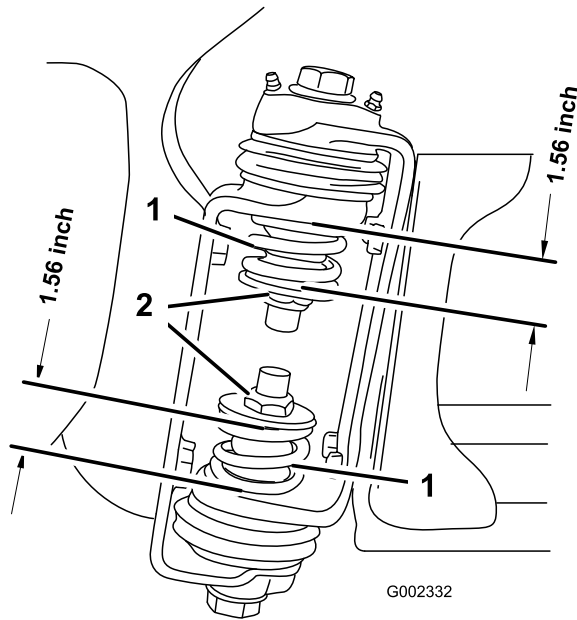

図 8
3. ブームが開いた状態で、ブーム蝶番の部分で上部スプリングと下部スプリングの圧縮状態の長さを測定する(図 8)。